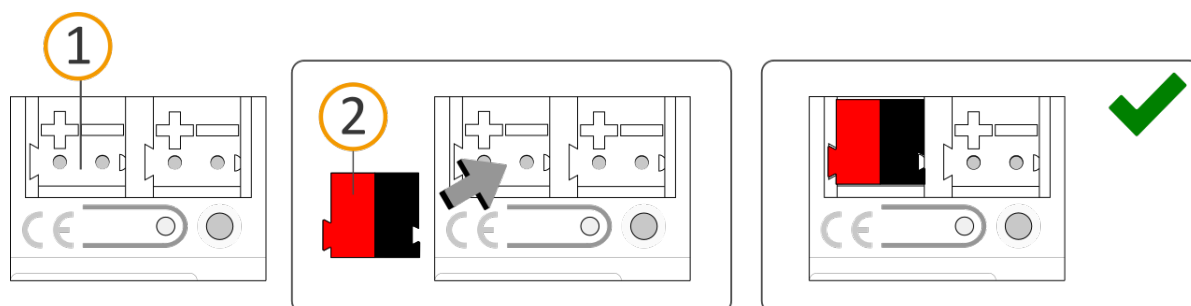

Abbildung 9: Busleitung anschließen
2. Verbinden Sie die KNX/TP-Busleitung (nachfolgend Busleitung genannt) mit dem KNX Anschluss des Geräts (siehe Abbildung 9, Pos. 1) mittels beigefügter Busanschlussklemme (siehe Abbildung 9, Pos. 2). Polung: links/rot: „+“, rechts/schwarz: „-“.
- a. Stecken Sie die Busanschlussklemme (siehe Abbildung 9, Pos. 2) auf.